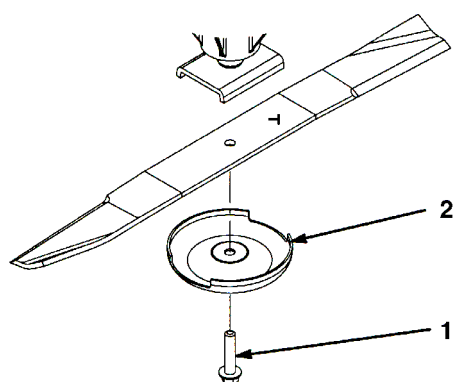

図13
2. ぼろきれや厚いソパッドの入った手袋を使ってブレードの端部をしっかりと握る。スピンドルのシャフトからブレード・ボルト、芝刈り防止カップ、ブレードを取り外す (図13)。
3. ブレードを取り付ける時は、セール (立ち上がっている部分) がCutting・デッキの天井を向くように取り付け、芝刈り防止カップをつけてブレード・ボルトで固定する (図13)。各ブレード・ボルトを 85~110 ft.-lb (115~150 N・m = 11.8~15.2 kg.m) にトルク締めする。